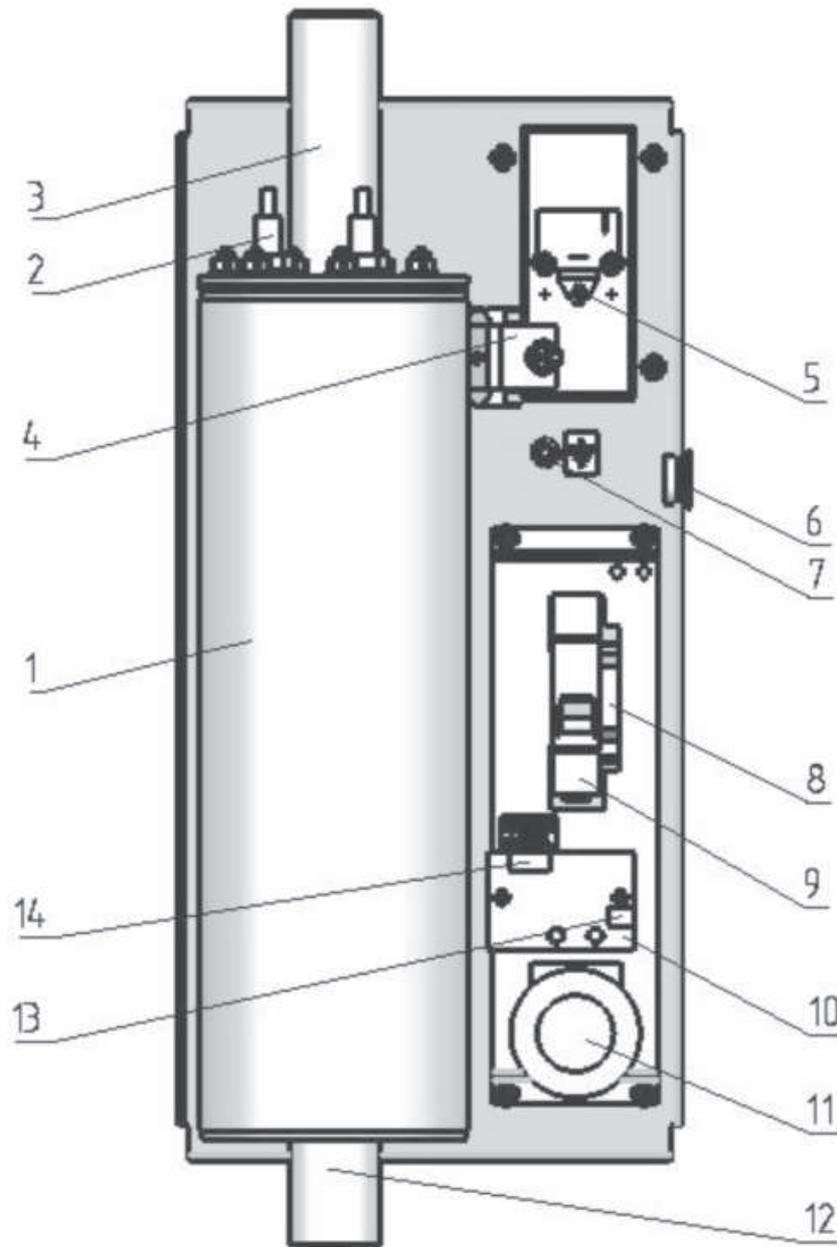

Рис. 1. Устройство электродкотла РусНИТ 203М, РусНИТ 204М:
5.1. Отопитель состоит из трёх основных частей: теплообменника (бака), элементов коммутации (симистор и автоматические выключатели) и реле управления и платы индикации, закреплённых на основании и закрытых съёмным кожухом (рис. 1).